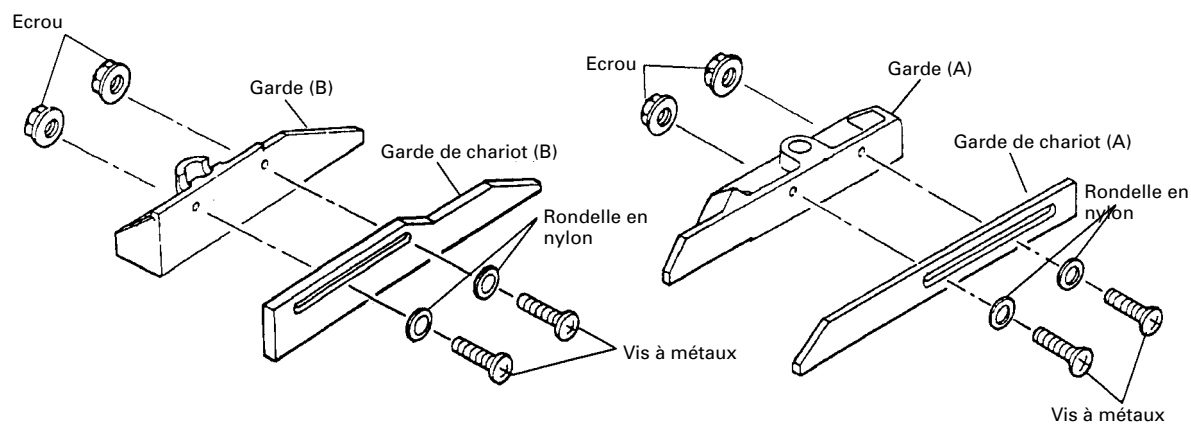

Fig. 19
- (1) Mettre la garde de chariot (A) et la garde de chariot (B) sur la garde (A) et la garde (B) du socle.
- (2) Pour fixer, utiliser les quatre vis à métaux avec des rondelles de nylon et des écrous comme indiqué à la Fig. 19.
- (3) Régler la garde de chariot (A) et la garde de chariot (B) de façon à stabiliser la pièce. La plage de réglage de la garde de chariot (A) et de la garde de chariot (B) va de 0 à 95 mm (0 à 3-3/4").
- (4) Vérifier que la garde de chariot (A) et la garde de chariot (B) sur la garde (A) et la garde (B) du socle sont solidement fixées avec quatre vis à métaux de façon que la garde de chariot (A) et la garde de chariot (B) ne bougent pas (voir Fig. 19).